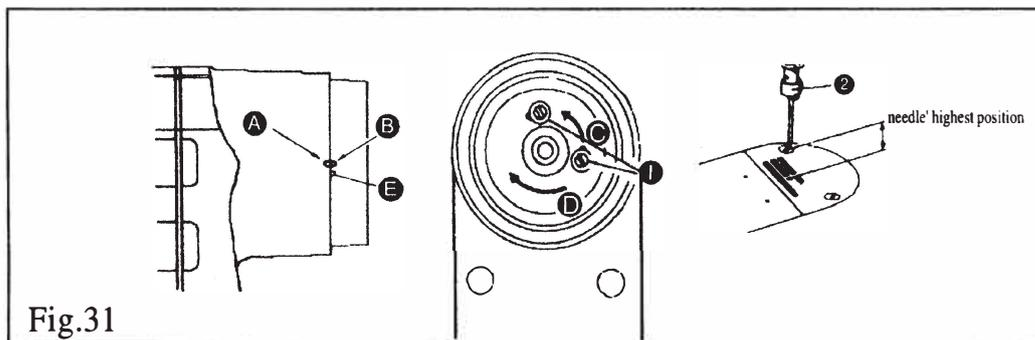

Fig.31
26. AJUSTE DE LA POSICIÓN DE LA AGUJA (FIG.31)